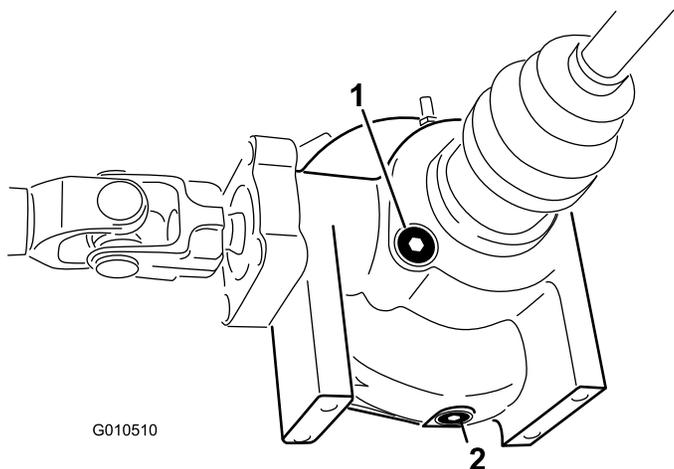

Рисунок 51
2. Очистите область вокруг сливной пробки на боковой стороне дифференциала (Рисунок 51).